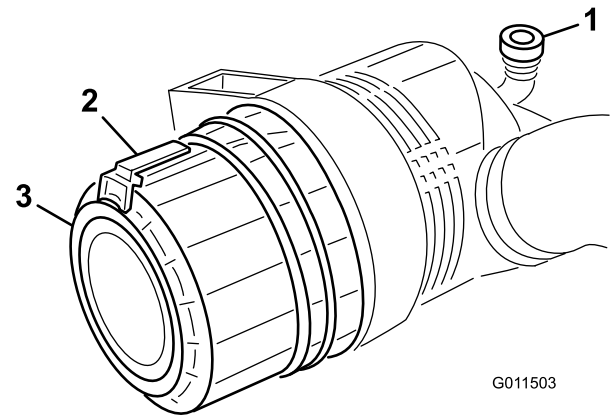

Figura 75
2. Tire hacia fuera del enganche y gire la tapa del limpiador de aire en sentido antihorario (Figura 75).